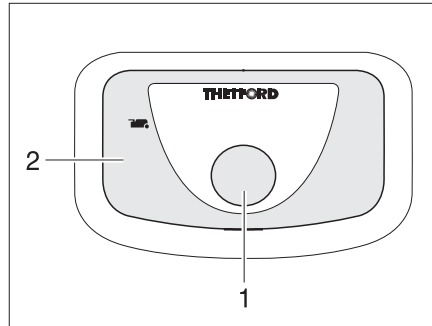

Fig. 352 Bouton pour la chasse d'eau/
- Pour actionner la chasse d'eau, appuyer sur le bouton bleu (Fig. 352,1).
Le voyant de contrôle (Fig. 352,2) s'allume lorsque la cassette Thetford doit être vidée.